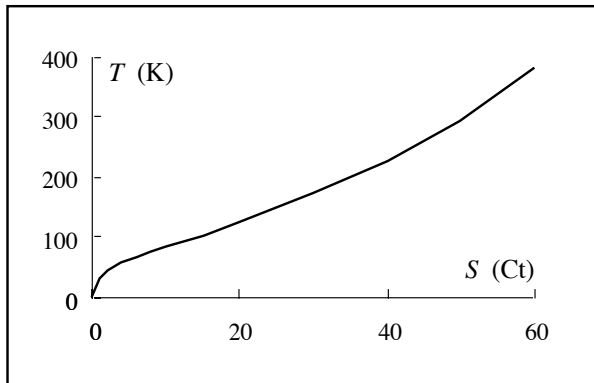

Fig. 10.11. Temperatura in funzione del contenuto di entropia, per 100 g di rame.
La fig. 10.11 mostra la relazione tra contenuto di entropia e temperatura per un pezzo di rame di 100 g.
- Quanta entropia è contenuta in 1 kg di rame a una temperatura di $20 \text{ }^{\circ}\text{C}$? Per rispondere alla domanda, utilizza la fig. 10.11.